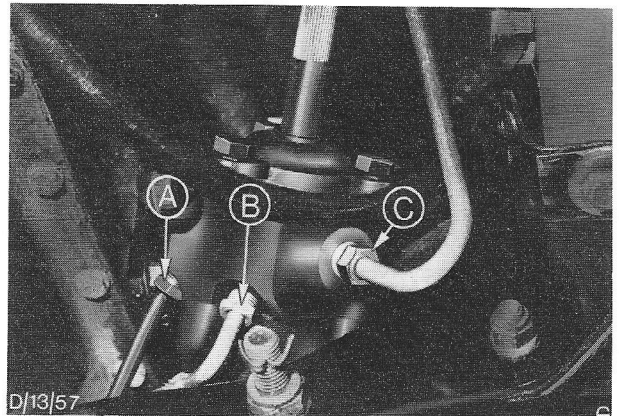

Fig. 8. Ligging van vloeistofleidingen voor bedieningsklep (axiale klep).
3. Maak de drukleiding 'C', zie fig. 8, en de retourleiding los van de klep en tap de vloeistof af.